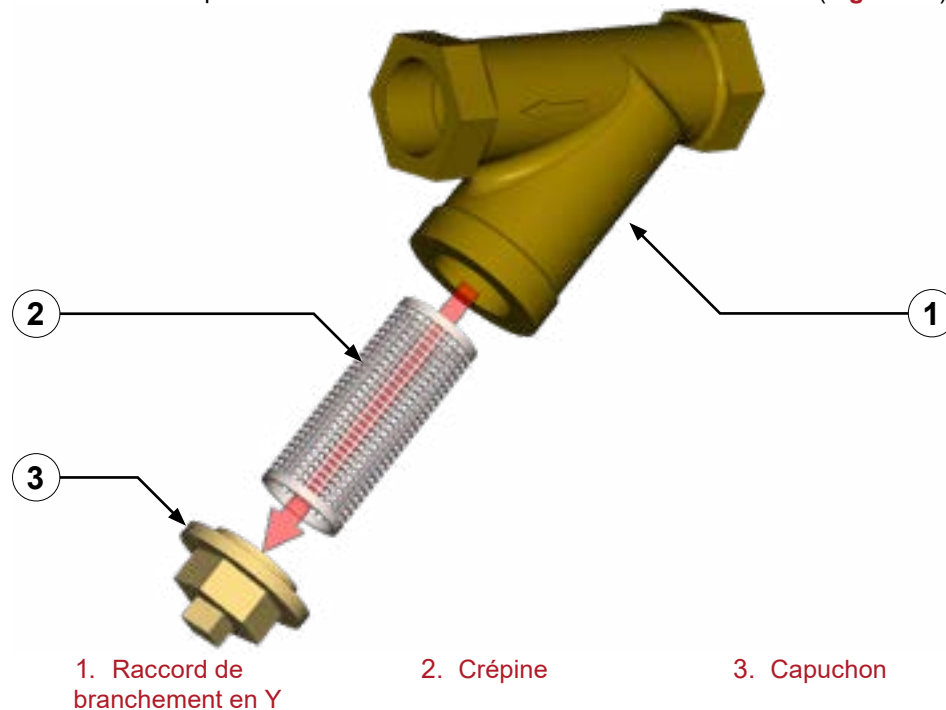

Figure 47
4. Retirez le capuchon à l'extrémité du raccord de branchement en Y (**Figure 47**).
8. Fixez le capuchon sur le raccord de branchement en Y (**Figure 47**).